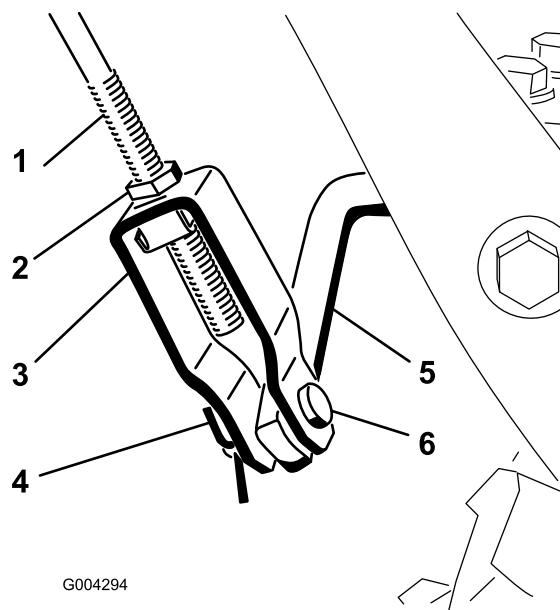

Figura 8
- Allentate il controdado sopra il cavallotto con perno, sull'asta di comando superiore (Figura 8).
- Allineate i fori del cavallotto con perno con l'asta di comando inferiore, ed inserite il perno del cavallotto (Figura 8).
- C. Avvitate il cavallotto verso l'alto o il basso, per aumentare o ridurre la distanza fra l'impugnatura e la leva di comando della coclea/ventola (Figura 8).
6. Una volta effettuata la regolazione, inserite il cavallotto con perno e fissatelo con la coppiglia (Figura 8).
7. Serrate il controdado, per fissare il cavallotto con perno (Figura 8).